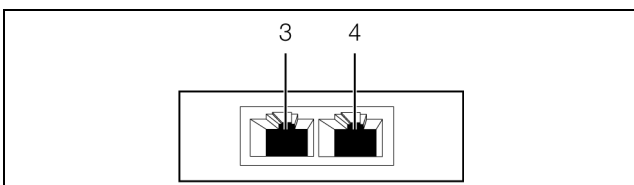

Abb. 11: Rückseite des Temperatursensors
- Verbinden Sie den Temperatursensor über ein CAN-Bus-Verbindungskabel mit einer CAN-Bus-Schnittstelle der CMC III Processing Unit bzw. der benachbarten Komponente im CAN-Bus (Abb. 11, Pos. 3).
- Schließen Sie ggf. an der zweiten, freien CAN-Bus-Schnittstelle des Temperatursensors (Abb. 11, Pos. 4) eine weitere Komponente an (z. B. einen anderen Sensortyp).